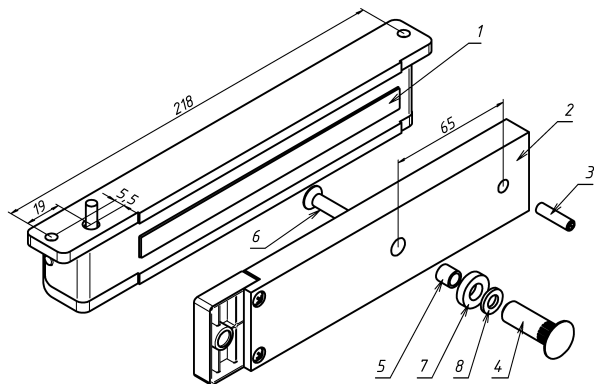

Рисунок 1
3.1 Комплект поставки (рисунок 1):
- корпус (1) - 1 шт.
- якорь (2) - 1 шт.
4.5 Винт крепления якоря (поз.6 рис.1) необходимо затянуть с усилием, достаточным для исключения его отворачивания в процессе эксплуатации. Рекомендуется ставить винт на стопорящий герметик типа «Анатерм» или на нитрокраску НЦ.